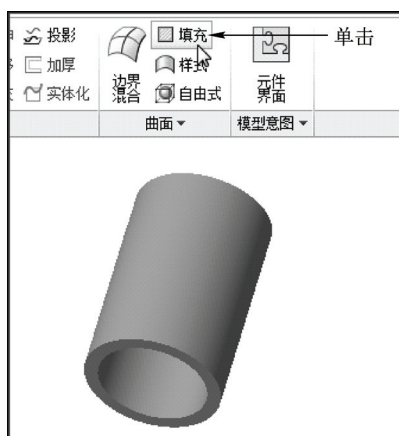

图 9-48 单击“填充”按钮
STEP 02 在功能区选项板的“模型”选项卡中,单击“曲面”面板中的“填充”按钮,如图 9-48 所示。